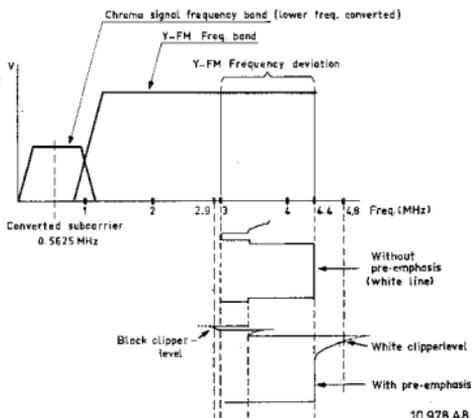

Fig. II-8
- Das Signal durchläuft einen Schwarz- und einen Weissbegrenzer (Abb. II-8).